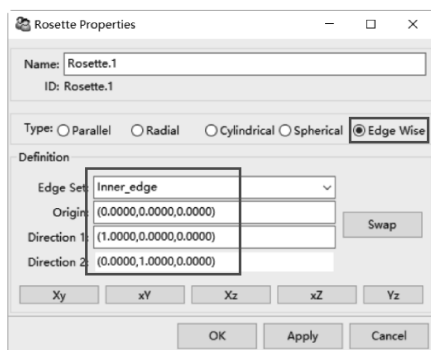

图 7-30 创建 Rosette (Inner_edge)
(1) 创建内边参考坐标：右键单击【Rosette】，从弹出的快捷菜单中选择【Create Rosette...】，弹出 Rosette 属性对话框，如图 7-30 所示，【Type】= Edge Wise，【Edge Set】= Inner_edge，【Origin】= (0.0000, 0.0000, 0.0000)，【Direction1】= (1.0000, 0.0000, 0.0000)，【Direction2】= (0.0000, 1.0000, 0.0000)，其他默认，单击【OK】关闭对话框。
(2) 创建外边参考坐标：右键单击【Rosette】，从弹出的快捷菜单中选择【Create Rosette...】，